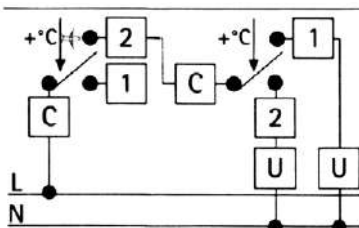

рис. 7
**ПОДКЛЮЧЕНИЕ (рис. 7) ОГРАНИЧЕНИЯ**